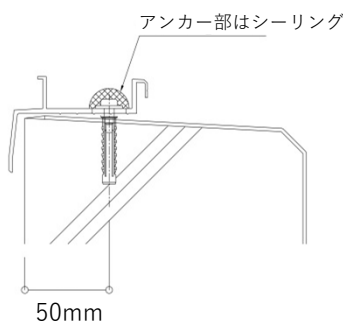

図1-2 モルタル無し
- ・アンカープラグはモルタル層や防水層表面ではなく躯体に効かせてください。(図1-2参照)